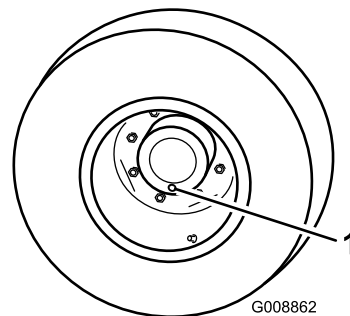

Figura 89
1. Coloque a máquina numa superfície plana, posicione uma roda de forma a que um dos tampões de verificação se encontre na sua posição mais baixa (6 horas) (Figura 89).